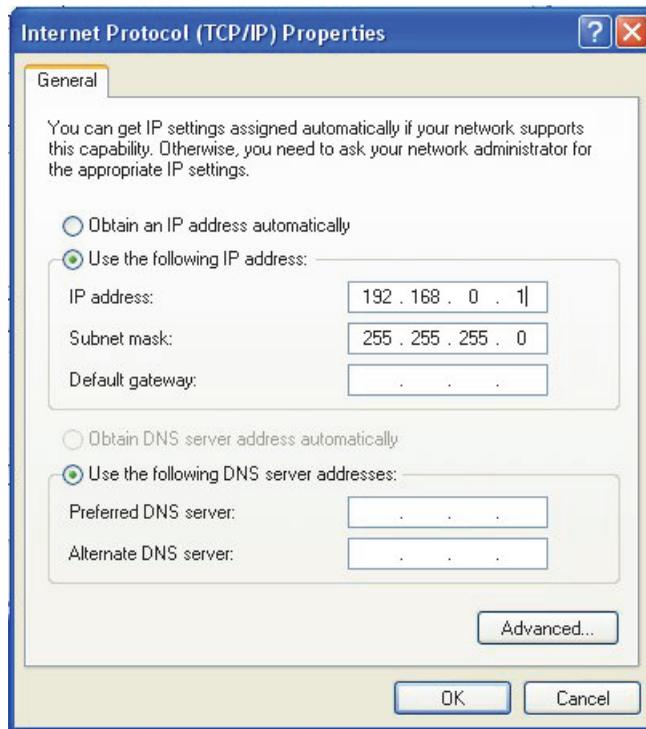

Abbildung 7-9 Dialogfeld Eigenschaften von Internet Protocol (TCP/IP) (Windows XP)
7. Wählen Sie im Dialogfeld **Eigenschaften von Internet Protocol (TCP/IP)** die Option **Folgende IP-Adresse verwenden** aus (siehe Abbildung 7-9 auf Seite 223).